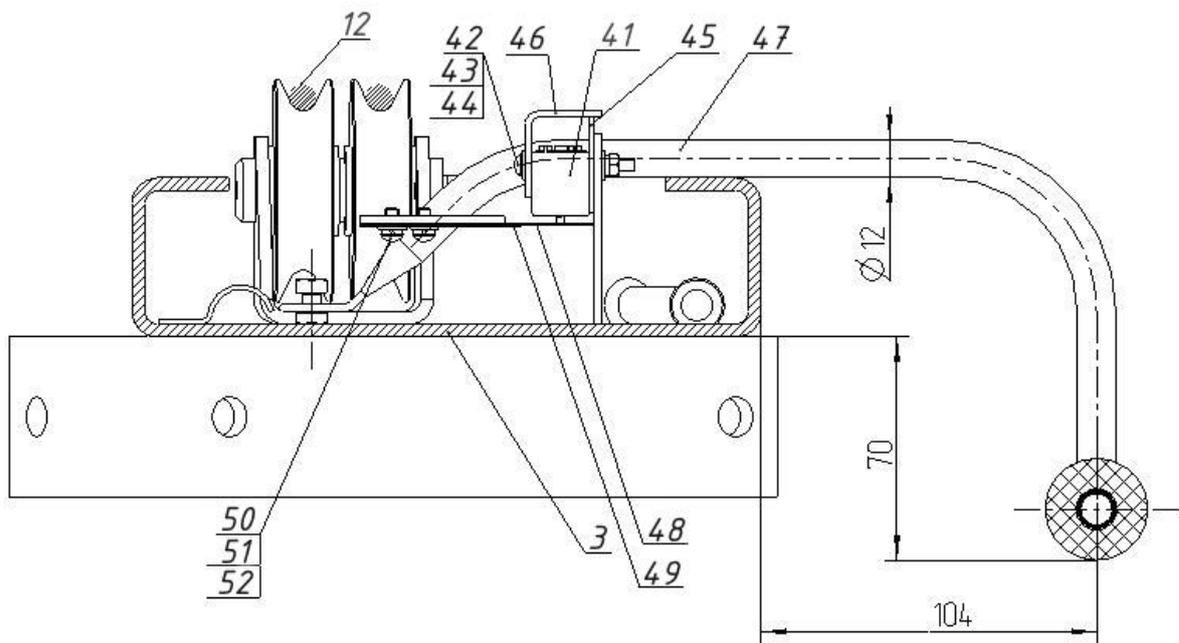

Рисунок 10 – Системы автоматического отключения привода насосной станции при касании автомобиля ограничительной дуги
6.12.2 Установить на перекладину 3 ограничительную дугу 47 (см. рисунок 10) с закрепленными на ней пластинчатыми пружинами 48 и 49 с помощью винтов 50, шайб 51 и 52. На перекладину 3 подъемника установить смонтированный на кабеле микровыключатель 41, с помощью винтов 42, шайб 43 и гаек 44. Одновременно установить защитный козырек 46 и защитную прокладку 45. Микровыключатель 41 необходимо установить так, чтобы он срабатывал при перемещении ограничительной дуги 47 вверх на 20...40 мм. Затем кабель микровыключателя 41, с помощью пластиковых хомутов, закрепить к рукаву так чтобы кабель не касался системы тросов 12.